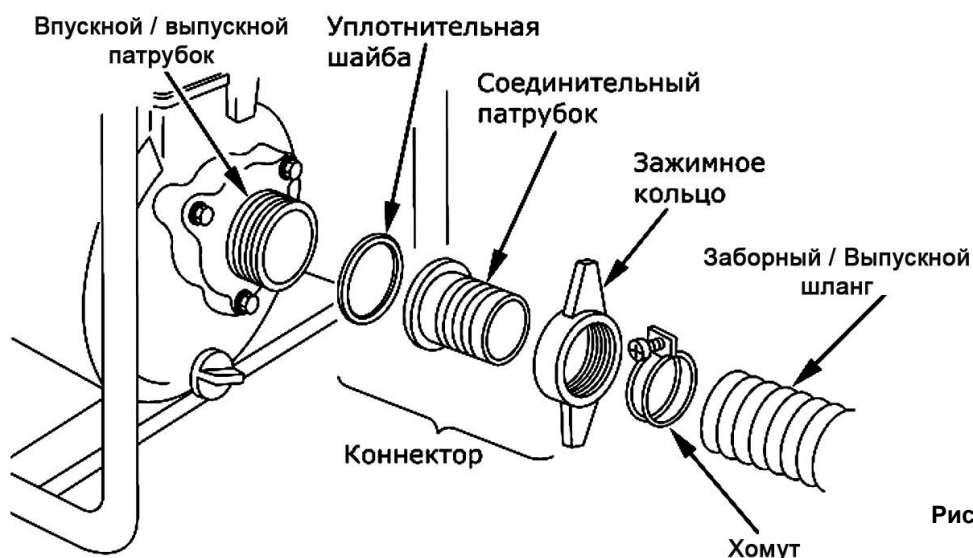

Рис. 3
- Подсоедините заборный шланг к патрубку при помощи зажимного кольца (соединительная гайка) и хомута (См. Рис.3).